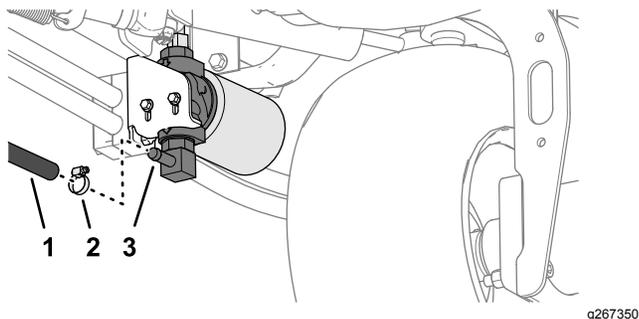

図 10
1. タンクへの戻りホースを油圧フィルタヘッドのバンプ付きフィッティングに固定しているホースクランプを外す 図 10。
2. タンクへの戻りホース外して、油圧フィルタヘッドとホースからオイルが完全に排出されるのを待つ 図 10。
3. タンクへの戻りホースをバンプ付きフィッティングに接続してクランプを締め付ける 図 10。